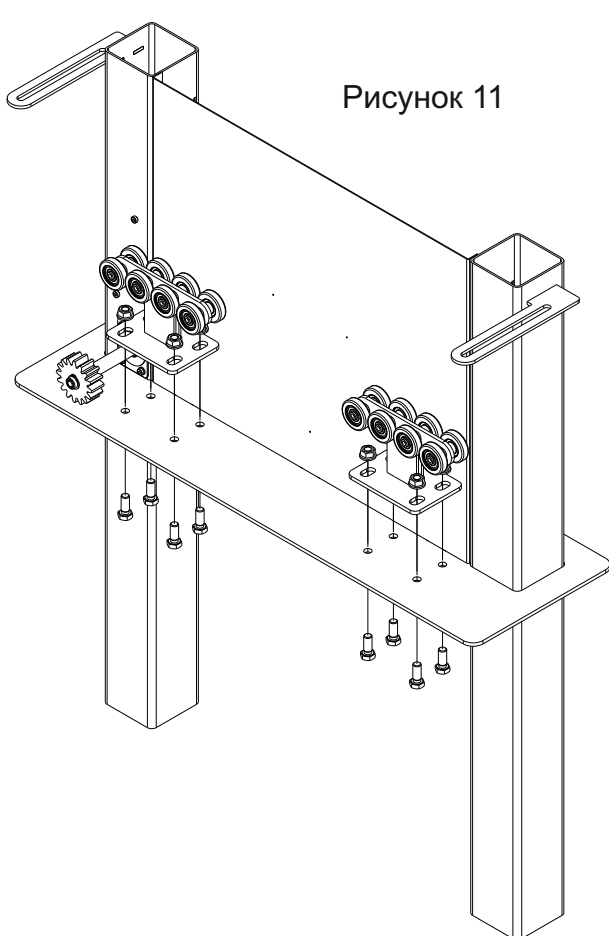

Рисунок 11
**4.11. Установить опорные ролики стрелы шлагбаума (Рисунок 11).**